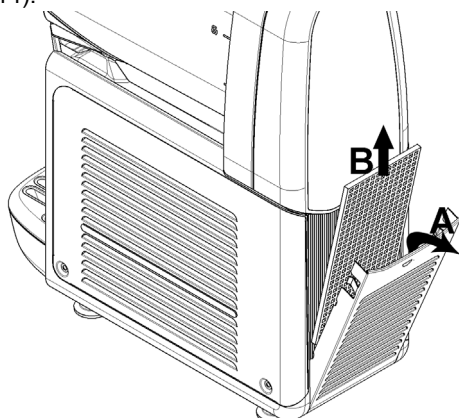

figura 14
**3 Cada mes:** eliminar el polvo acumulado en el filtro del condensador situado en el lado posterior de la máquina (ver figura 14).